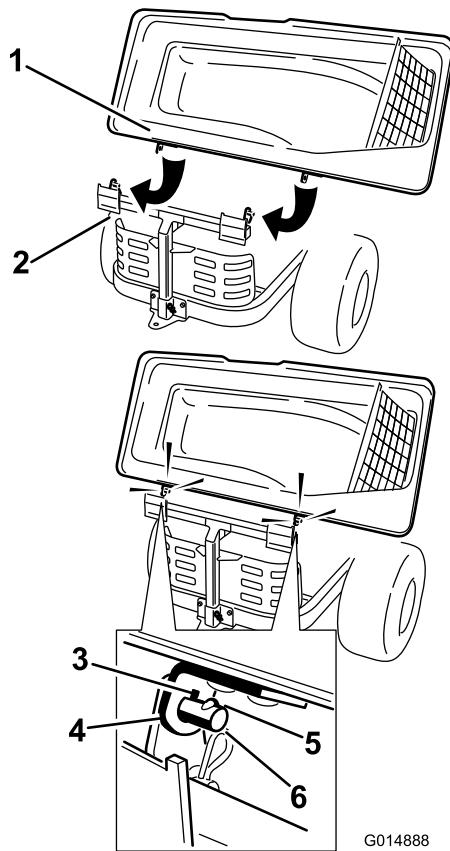

Figure 16
1. Montez le couvercle du collecteur sur le cadre du collecteur. Faites pivoter le couvercle pour aligner les trous de clavettes dans les supports supérieurs du collecteur sur les clavettes des montants du cadre (Figure 16). Faites coulisser les supports sur les montants et abaissez le couvercle du collecteur en position de marche.